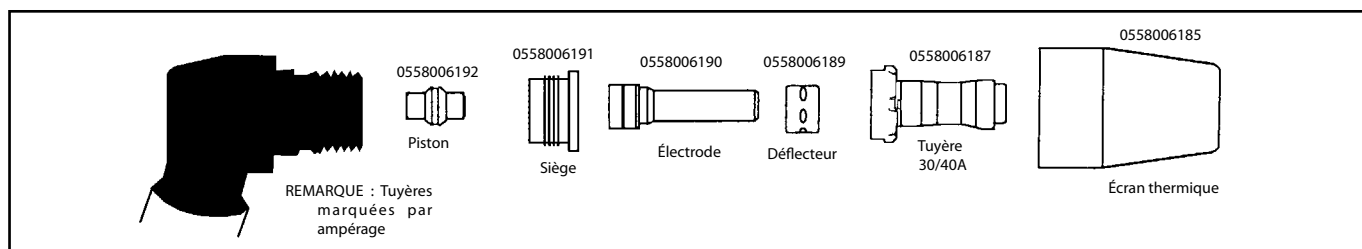

Figure 2-6 Assemblage des pièces consommables "XT"
3. Arrêter toute utilisation si l'extrémité de l'électrode devient inférieure à 16 mm (5/8 po) comme l'illustre la figure 2-6 ci-dessous.